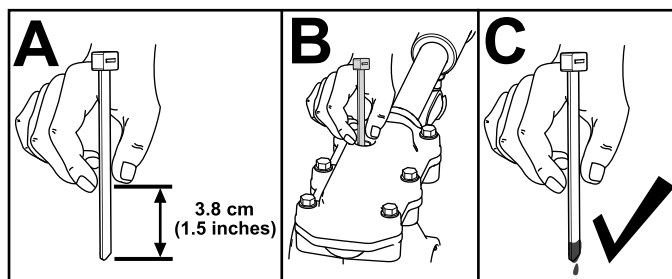

Figure 32
3. Contrôlez le niveau d'huile au moyen d'un dispositif de mesure adéquat, par exemple un serre-câble propre. Le niveau d'huile doit se situer à 3,8 cm (1,5 po) environ sous l'orifice de remplissage (Figure 32).